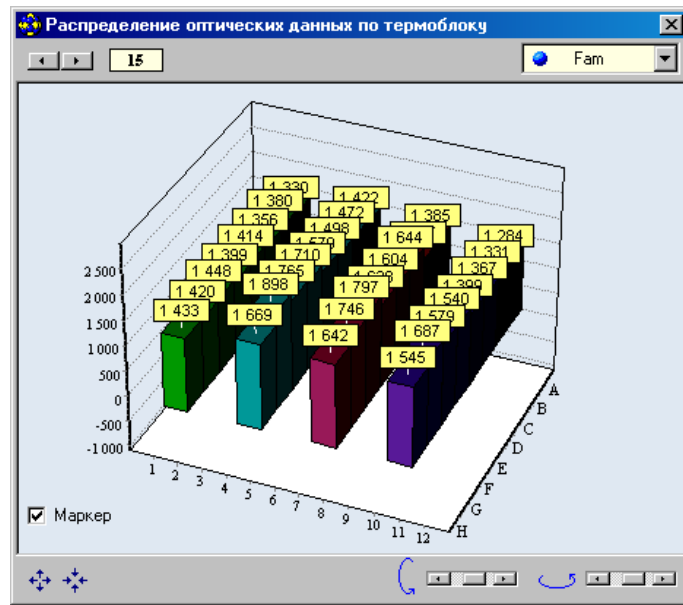

Рис.28. Данные оптических измерений для выбранных пробирок.
- во время выполнения программы амплификации, выбрав  можно просмотреть данные оптических измерений для выбранных пробирок в виде 3-D гистограммы в окне **Распределение оптических данных по термоблоку** (Рис.28).